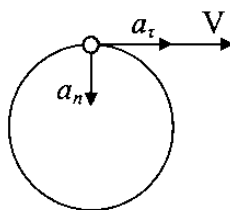

Рис.33
6. Точка движется по окружности (рис.33). Определить вид движения точки, если  $a_n = Const$ .